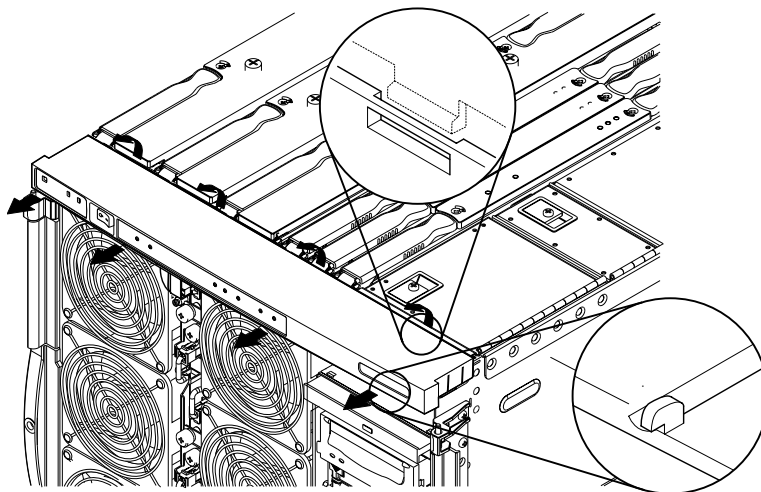

図 10-2 システムインジケータボードのカバーの取り外し
9. システムインジケータボードのプラスチック製のカバーの背面側を押します。プラスチック製の留め具を強く押して、下部カバーから上部カバーを外します (図 10-2)。
4. システムインジケータボードのカバーの背面側を強く押して、プラスチック製の留め具をかみ合わせてシャーシに固定します (図 10-2)。